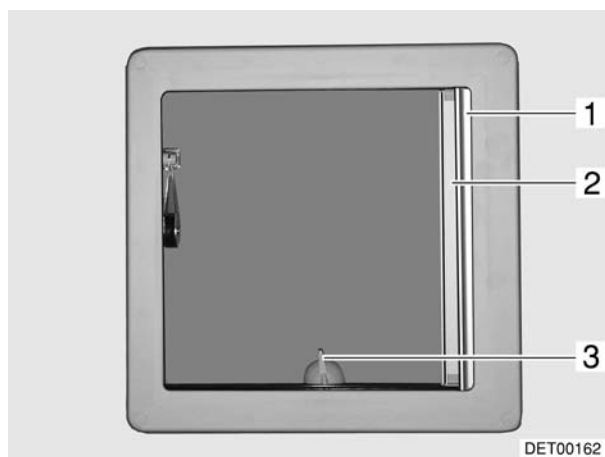

Bild 58 Kipp-Dachlüfter
- Zum Ausstellen den Hebel (Bild 58,3) eine viertel Umdrehung entgegen dem Uhrzeigersinn drehen und Kipp-Dachlüfter am Hebel nach oben drücken.
- Hebel (Bild 58,3) eine viertel Umdrehung im Uhrzeigersinn drehen.
- Faltverdunklung (Bild 58,1) in Pfeilrichtung ziehen und an gewünschter Position loslassen. Die Faltverdunklung bleibt in dieser Position stehen.
- Insektenschutzrollo (Bild 58,2) in Pfeilrichtung ziehen, bis es an der Verriegelung an der gegenüberliegenden Seite einrastet.